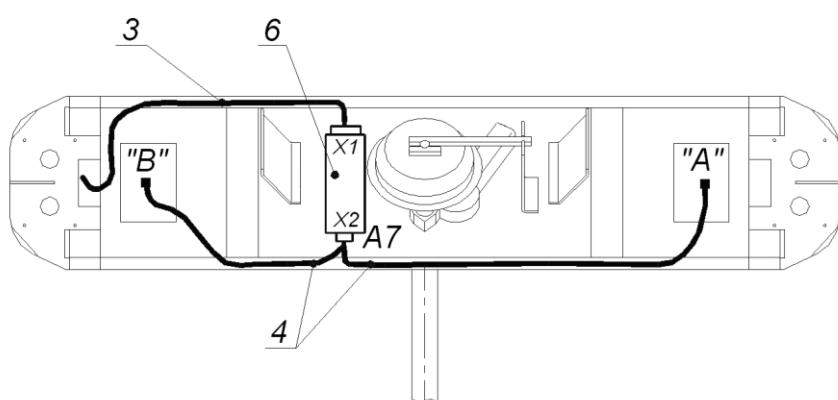

Рисунок 12. Схема прокладки кабелей в стойке турникета:
- Все подключения к плате CLB выполняйте в соответствии со схемой электрических соединений (см. рис. 14). Прокладка кабелей внутри стойки турникета показана на рис. 12.
- возможность его установки под одной из внешних стенок (2) турникета (например, под платой управления турникетом Аб, см. рис. 12).